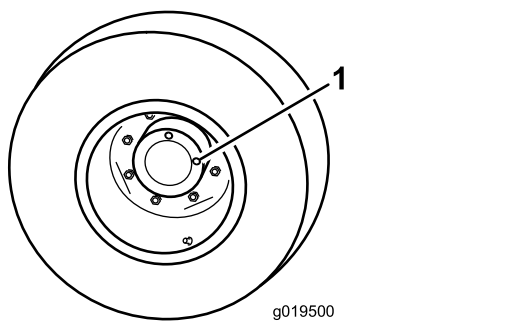

Рисунок 81
1. Поставив машину на ровную поверхность, расположите колесо так, чтобы одна контрольная пробка находилась в положении «12 часов», а вторая — в положении «3 часа» (Рисунок 81).
2. Снимите пробку, находящуюся в положении «3 часа» (Рисунок 81).